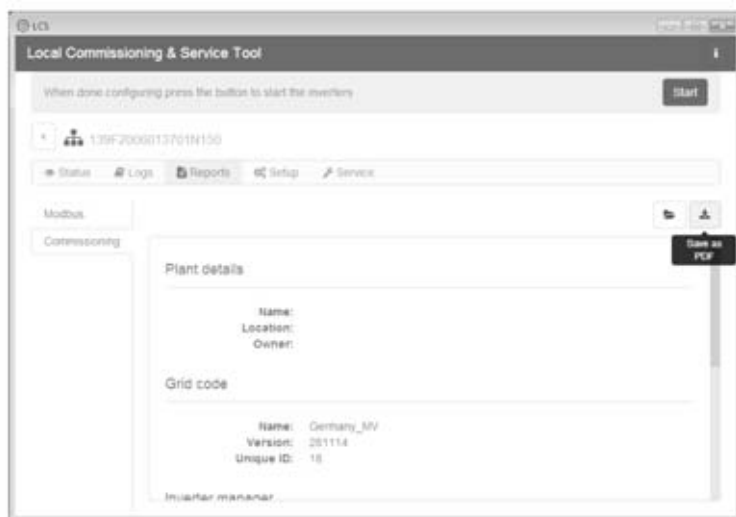

Figura 3. 10 Tool LCS - Rapporto di messa in funzione
11. Dopo la messa in funzione, è possibile scaricare un rapporto di messa in funzione dal menu "Rapporti". Il rapporto contiene tutte le informazioni sulle impostazioni dell'inverter, inclusi i valori di disinserimento effettivi per ciascun inverter. Vedere figura 3. 10.